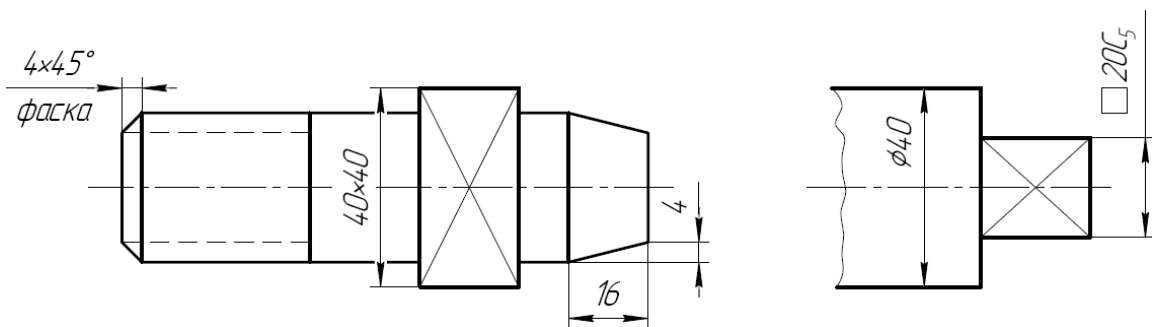

Рис.9.13. Обозначение размеров квадрата и фасок.
3. Размеры квадрата (включая и квадратное отверстие) допускается указывать надписью \square , где 40 – номинальный размер стороны квадрата, или обозначать квадрат знаком \square который проставляется перед размерным числом стороны квадрата, например: $\square 20C_5$ (рис.9.13).
4. Размеры фасок под углом 45° должны наноситься, как показано на рисунке, и определяться размером катета в треугольнике, образованном фаской (рис.9.13).